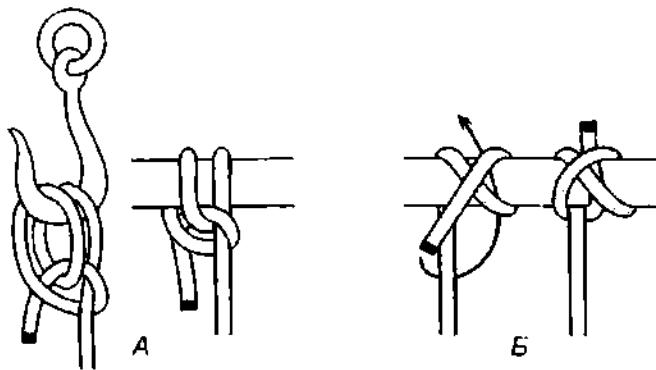

Рис. 966. А – строповый узел; Б – обратный констриктор (шахтёрский узел), завязанный на опоре.
*Шахтёрский узел*, завязанный на гаке, называется **строповым узлом** (рис. 966). Он ещё более надёжен, чем **гачный самозатягивающийся узел**. **Строповый узел** прочен и надёжен, быстро вяжется и никогда не затягивается сильно. Если одну из петель узла пропустить в другую петлю, то получится незатягивающаяся **строповая петля**.